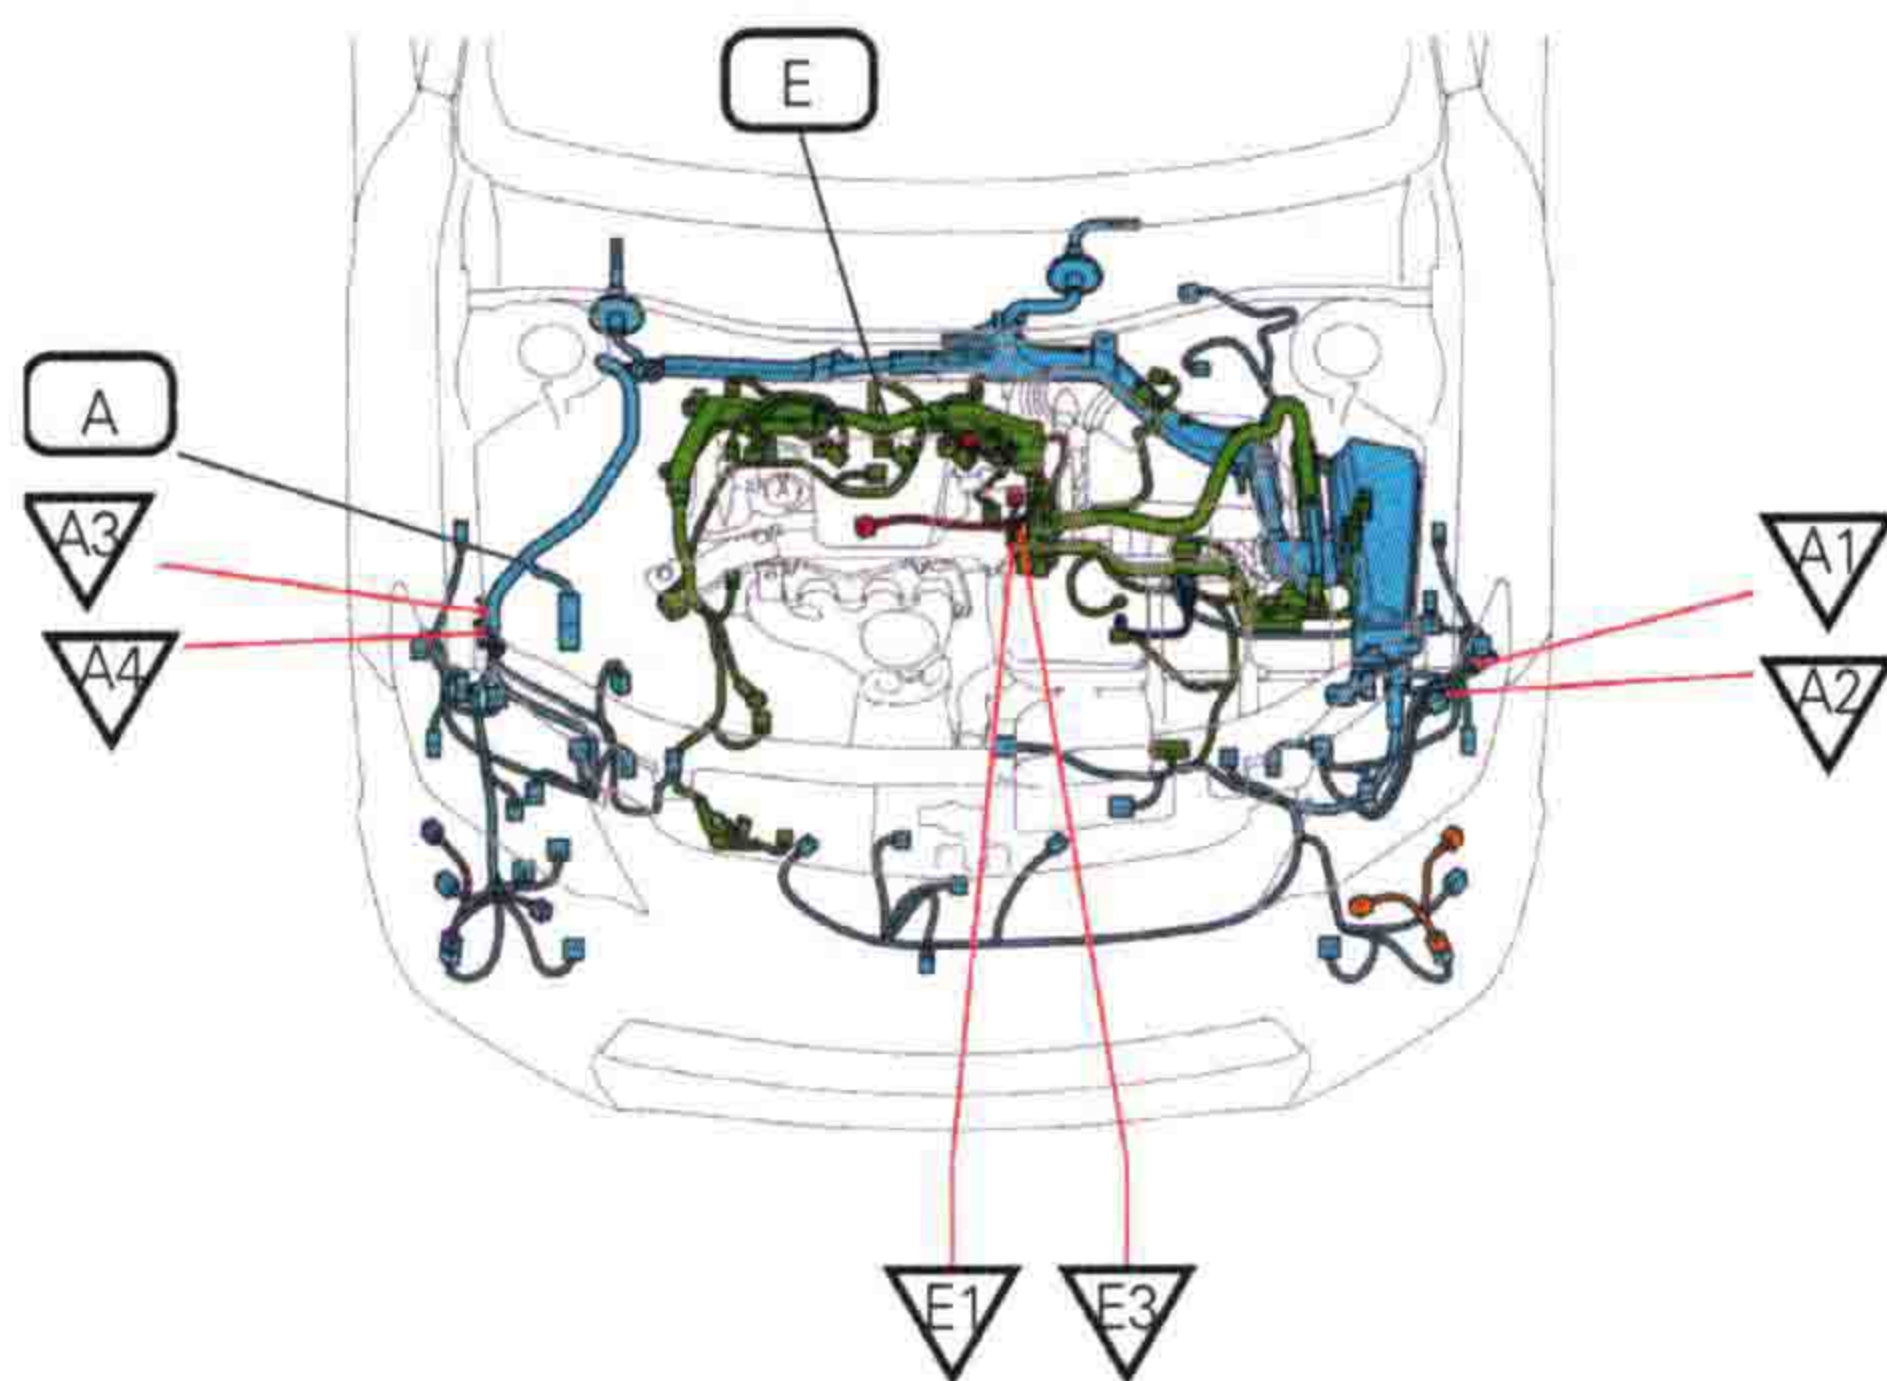

图 1-3 丰田凯美瑞（2016混合动力版）发动机舱接地点位置
(2) 搭铁电路 搭铁电路主要是为电器部件提供电源回路，在各品牌汽车电路图中，这部分称为接地电路。一般汽车的接地点分布以位置图形式出现，直观地显示接地点位置。图1-3所示为2016款丰田凯美瑞混合动力版车型发动机舱接地点分布图，图中标号E为发动线束，标号A1、A2、A3、A4、E1、E3为接地点，在其他电路图中看到相应编号，即可对照图1-3找到接地点的位置。